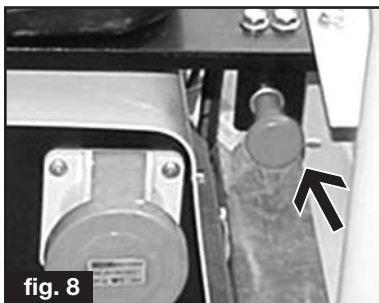

fig. 8
3) Version W230: dra i kontrollen som sitter på kontrollpanelen (se fig. 8); vänta tills motorn är helt avstängd; vrid nyckeln till läge "OFF".